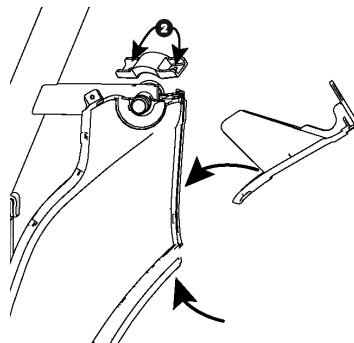

Рисунок 10
1. Закрепите крышку хомута сзади несущей рамы с помощью двух винтов (см. рис. 10). **Примечание** Убедитесь, что маленькие защелки совпали с боковыми крышками.